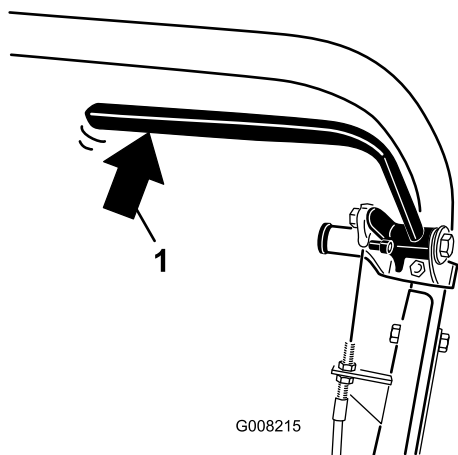

图32
2. 使用弹簧称向后按压行车刹车杆 图32。当作用力达到 13.518kg 时驻车刹车应会松开。如果驻车刹车在作用力达到 13.518kg 之前松开请调节刹车拉线。转到第 3 步。